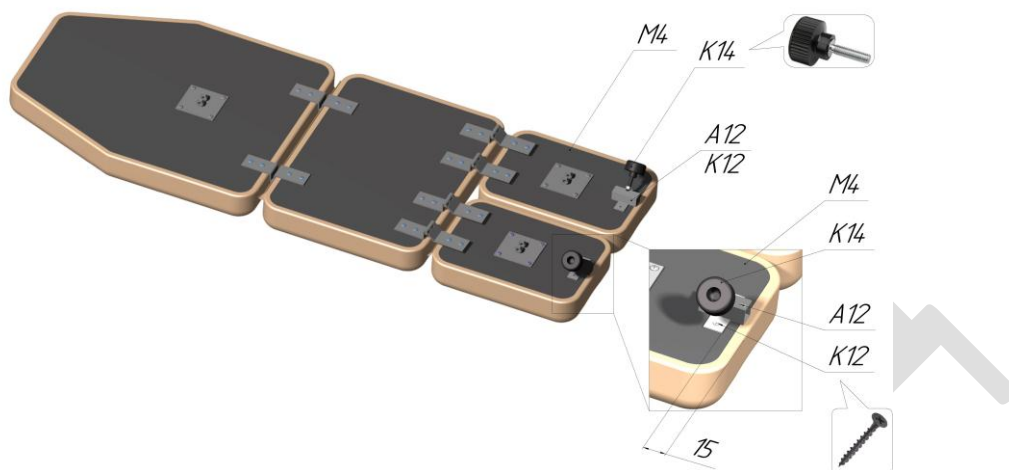

Рисунок 7
15. Выкрутить фиксирующий винт К14 из квадратных втулок А12. См. Рис. 7.
16. Прикрепить квадратные втулки А12 (2 шт.) к подушкам под ноги М4 саморезами К12 (по 2 шт.). Втулки располагаются посередине подушки и на расстоянии 15 мм от края. См. Рис. 7.
17. Вкрутить фиксирующий винт К14 в квадратные втулки А12. См. Рис. 7.